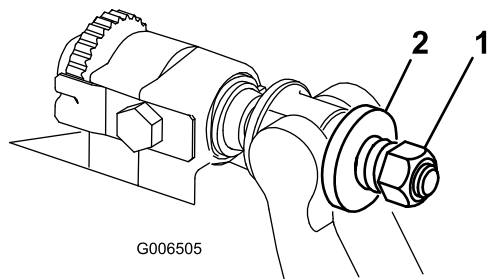

Figure 39
- Serrez l'écrou de tension du ressort jusqu'à ce que les spires soient jointives, puis desserrez-le d'un demi-tour (Figure 39).